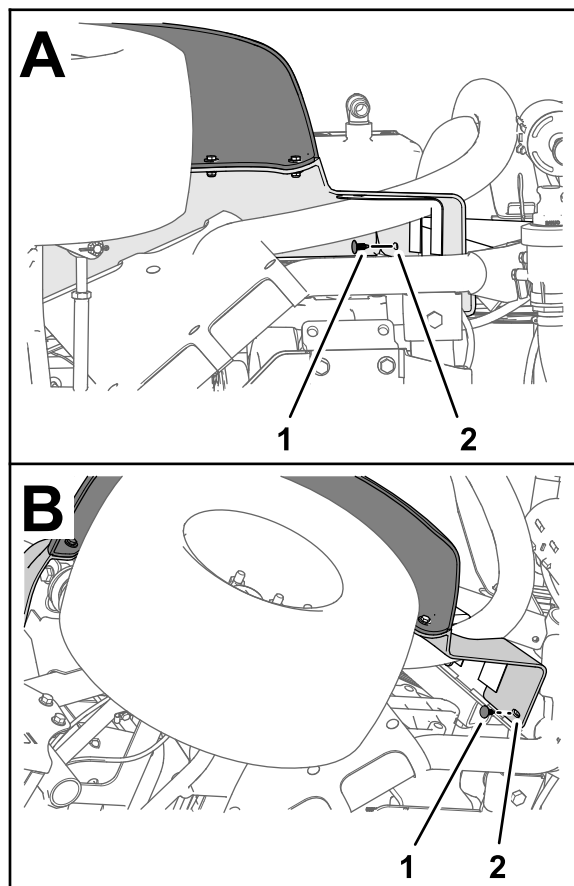

Figura 217
5. Fissate il parafango al profilato del telaio con 2 dispositivi di fissaggio a spinta (Figura 217).